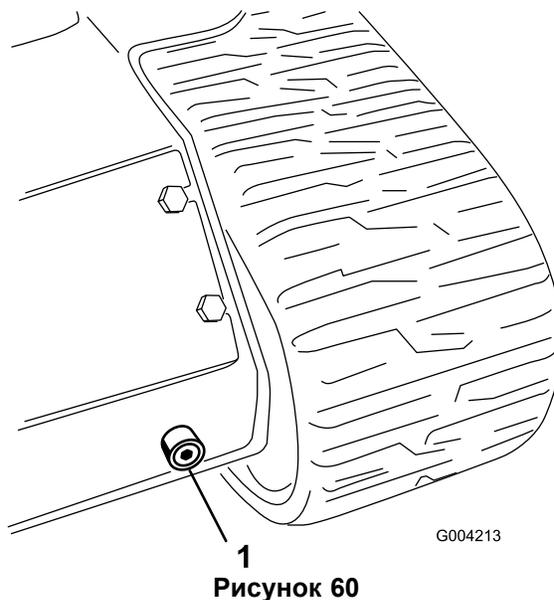

**Рисунок 59**
5. Снимите крышку гидравлического бака и извлеките масломерный щуп (**Рисунок 59**).